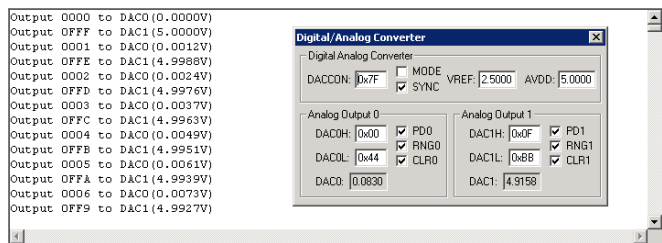
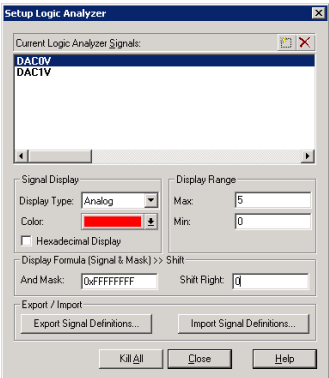

图 21-31 D/A 转换器仿真结果
图 21-32 “Setup Logic Analyzer”对话框
(6) 选择“Debug”→“Run”命令，程序便开始仿真执行。此时，程序连续向 D/A 转换器 0 和 D/A 转换器 1 写入数据，执行 D/A 转换，并通过串口输出信息。如图 21-31 所示。
(7) 选择“View”→“Logic Analyzer Window”命令，打开“Logic Analyzer”窗口。
(8) 在“Logic Analyzer”窗口，单击“Setup...”按钮，打开“Setup Logic Analyzer”对话框，如图 21-32 所示。在“Current Logic Analyzer Signals:”文本框中输入变量 DAC0V 和 DAC1V。